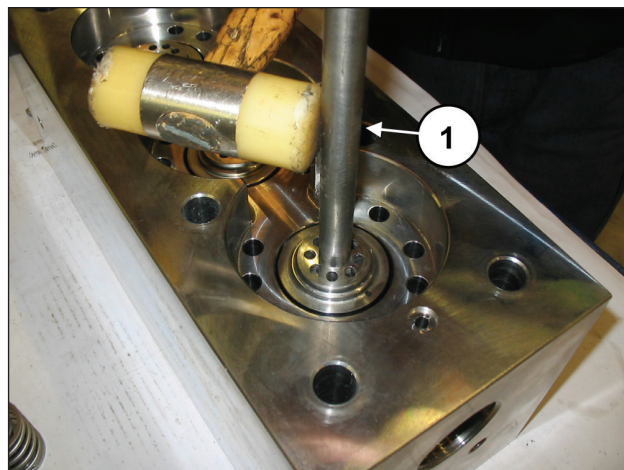

图 115
如果阀座由于水垢或氧化物而被阻挡在泵头上，必须插入代码为034300020的专用工具 (SKH20-22-24) 或代码为034300010的专用工具 (SKH26-28-30) 到排出孔中 (①·图 115)。